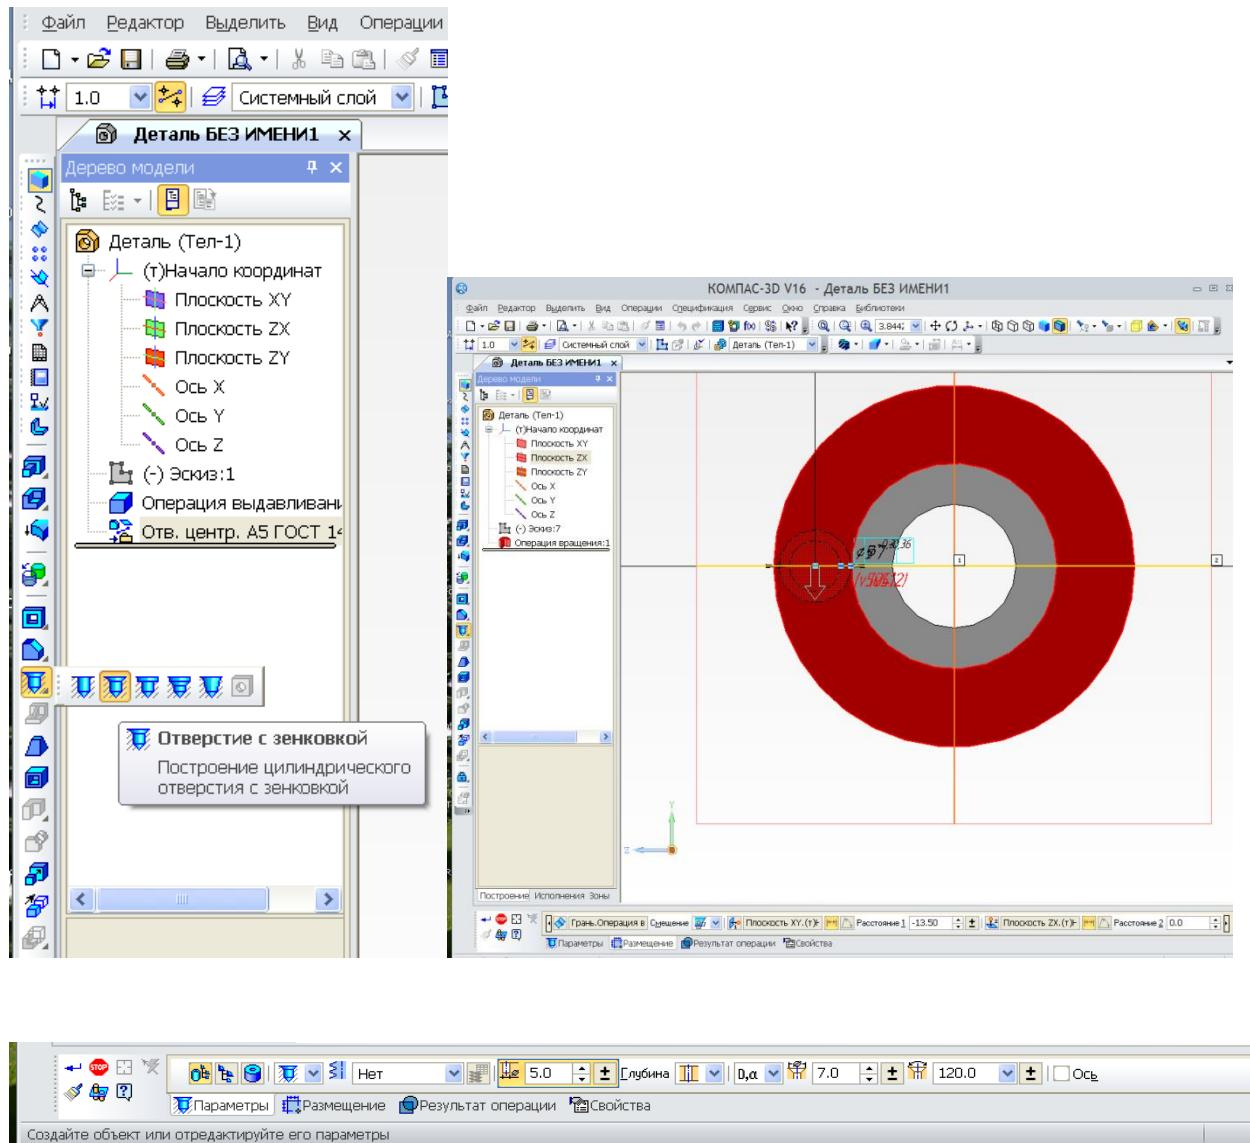

Рисунок 80.
2. Создаем отверстия под палец муфты. Укажите торцевую поверхность, на которой будете выполнять отверстия (рисунок 80). На панели инструментов выберите команду **Отверстия**.